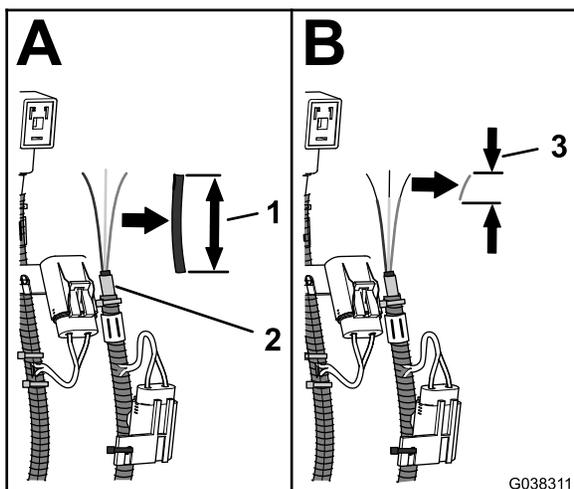

Figure 33
6. Enlevez 70 mm de la gaine du faisceau du connecteur DIN (Figure 33).
7. Dénudez les 3 fils du connecteur DIN sur 8 mm (Figure 33).